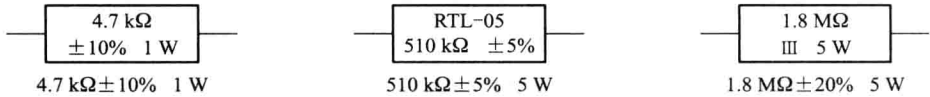

图 1-1 电阻器直标法图示
① 直标法。用阿拉伯数字和单位符号在电阻器表面直接标出标称阻值和技术参数，电阻值单位欧姆用“ Ω ”表示，千欧用“ $k\Omega$ ”表示，兆欧用“ $M\Omega$ ”表示，吉欧用“ $G\Omega$ ”表示，允许偏差直接用百分数或用Ⅰ（ $\pm 5\%$ ）、Ⅱ（ $\pm 10\%$ ）、Ⅲ（ $\pm 20\%$ ）表示。如图 1-1 所示。